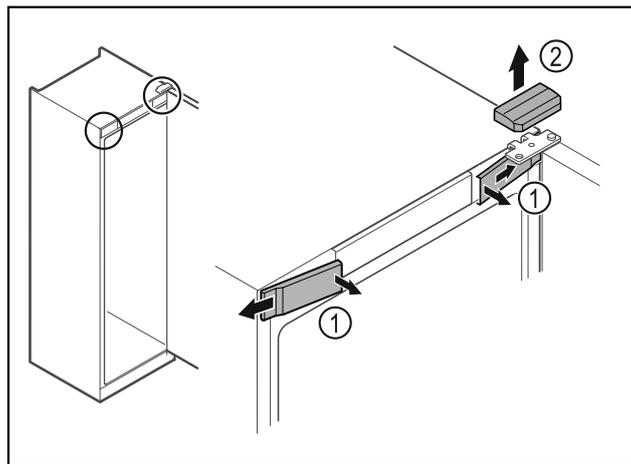

Fig. 8*
- Передние крышки Fig. 8 (1) освободите от фиксации с внутренней стороны и отведите в сторону.*
- Движением вверх снимите верхнюю крышку Fig. 8 (2)*